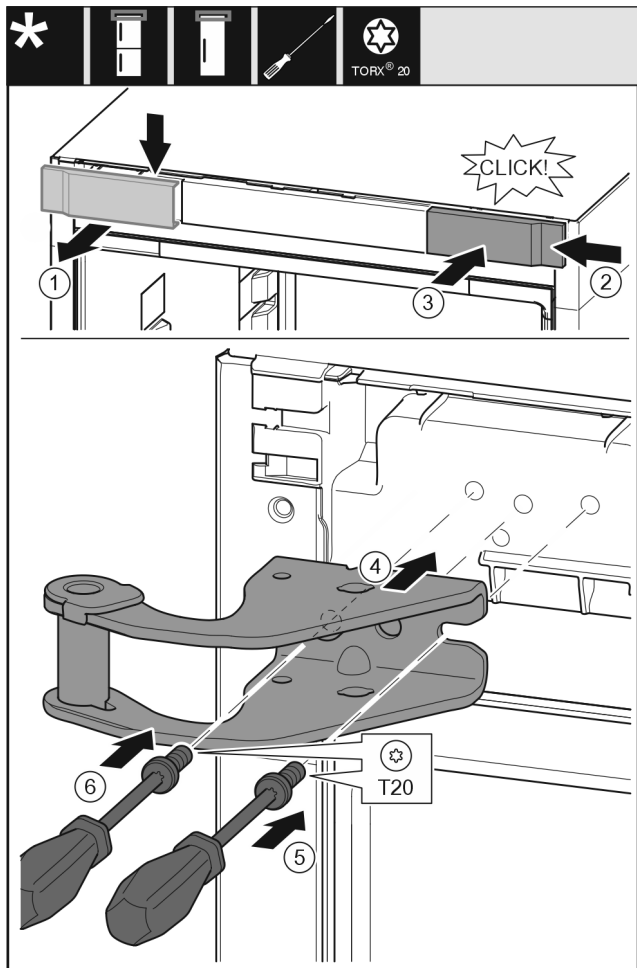

Fig. 13
- ▶ Wyjąć osłonę od góry do przodu. Fig. 13 (1)
- ▶ Osłonę obrócić o 180° założyć z drugiej strony od prawej. Fig. 13 (2)
- ▶ Zazębić osłonę. Fig. 13 (3)
- ▶ Założyć górną płytkę zawiasu. Fig. 13 (4)
- ▶ Śrubę założyć przy pomocy śrubokręta T20 i mocno dokręcić. Fig. 13 (5)
- ▶ Śrubę założyć przy pomocy śrubokręta T20 i mocno dokręcić. Fig. 13 (6)